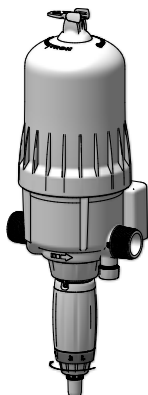

Fig. 14
- Desserrer l'écrou de verrouillage du dosage (**Fig.14**).